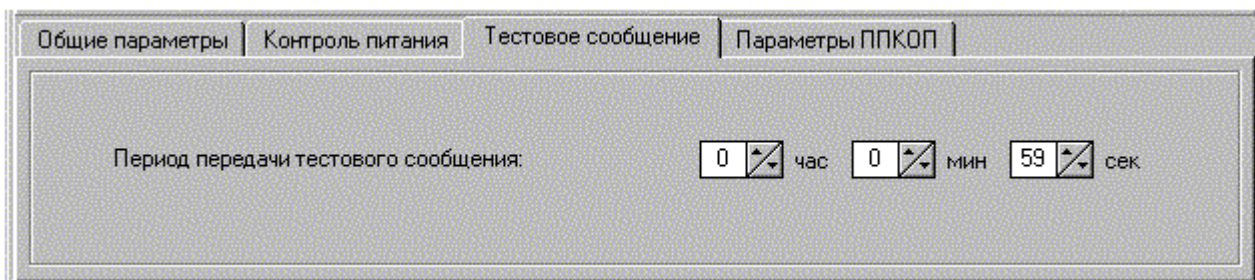

Рис. 3.45. Страница «Тестовое сообщение»
**На третьей странице «Тестовое сообщение»** (рис.3.45) расположены следующие органы управления: